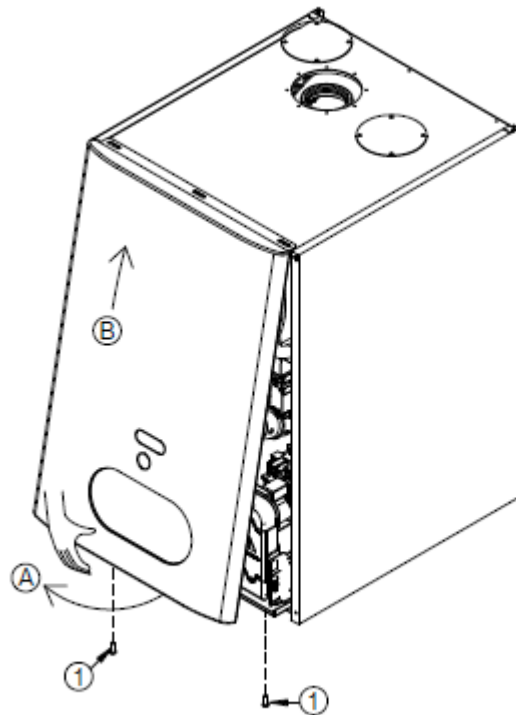

Рис. 1
- > Снимите крепежные винты (поз. 1 на рис. 1) в нижней части передней панели.
- > Возьмитесь за переднюю панель снизу, и потяните ее на себя (А на рис. 1) и вверх (В на рис. 1), чтобы снять панель.
- > Снимите крепежные винты (поз. 2 на рис. 1) и нижнюю кромку (поз. 3 на рис. 1), размещенные спереди на боковой панели.
- > Возьмитесь за панель снизу, сдвиньте ее вбок (С на рис. 1) и потяните вверх, (D на рис. 1) чтобы снять панель.